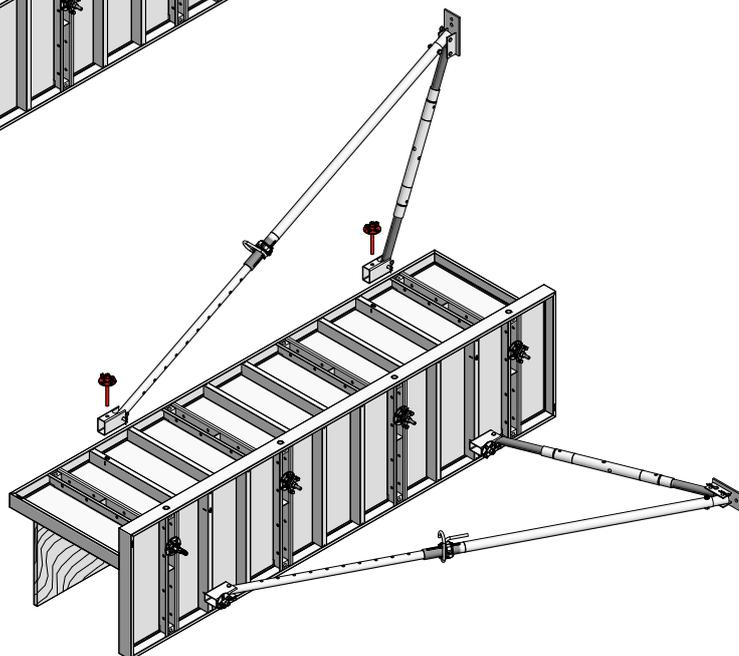

Abb. 42.2
3. Anbringung von insgesamt 3 Schrägstützen in Abhängigkeit der Schalungshöhe (Abb. 42.2, 42.3 und Seite EA-17). Die Schrägstützen werden mit je 2 Flanschschauben 18 befestigt.